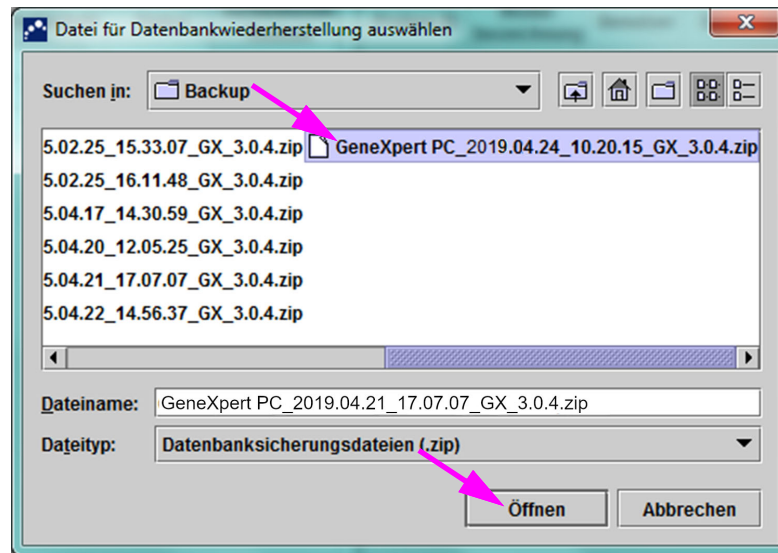

Abbildung 5-80. Bildschirm „Datei für Datenbankwiederherstellung auswählen“ mit Dateinamen
Klicken Sie auf **Abbrechen**, um ohne Sicherung der Datenbank direkt mit dem Bildschirm „Datei für Datenbankwiederherstellung auswählen“ fortzufahren (vgl. Abbildung 5-80).
6. Auf **OK** klicken. Der Bildschirm „Datei für Datenbankwiederherstellung auswählen“ wird angezeigt. Siehe Abbildung 5-80.